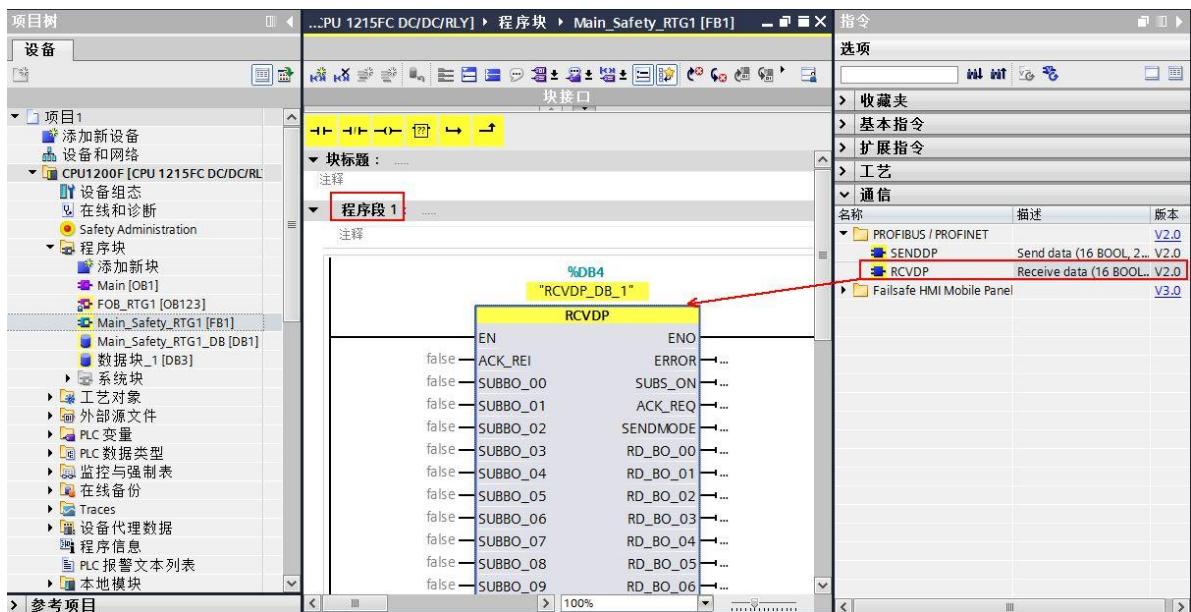

图 2-14 插入接收功能指令 RCVDP
3) 打开“程序块”下面的安全主程序“Main_Safety_RTG1”（FB1），在程序段 1 中调用 RCVDP 数据接收功能指令。注意：F 通讯程序接收指令，必须在主程序的开始调用，如图 2-14。